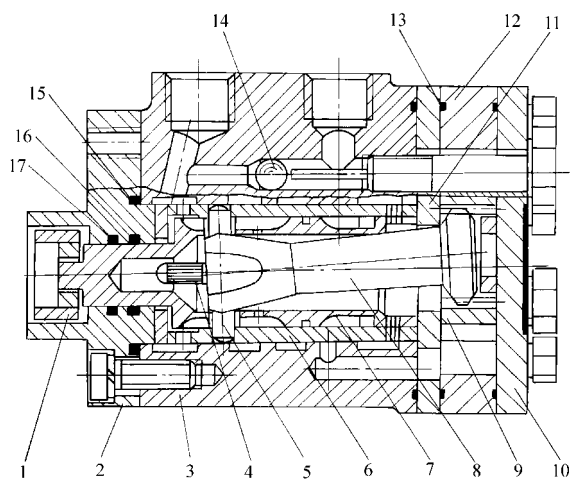

Рис. 5-14 Структура Гидростатического Рулевого Механизма
5.3.7.3 Диапазон гидростатического рулевого механизма с поворотным клапаном(Рис. 5-14)